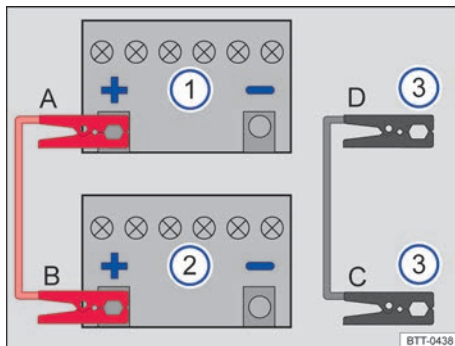
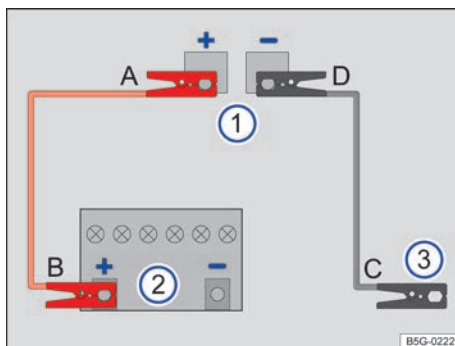

Fig. 289 Esquema para conectar los cables de arranque en el caso del vehículo que suministra la corriente (batería en el vano motor).
Fig. 290 Esquema para conectar los cables de arranque en el caso del vehículo que suministra la corriente (batería en el maletero).
Leyenda de la fig. 289 y fig. 290:
Los cables de arranque solo se deberán conectar siguiendo el orden **A - B - C - D** → fig. 289.
- Conecte un extremo del cable de arranque *rojo* al polo positivo (+) del vehículo con la batería descargada → fig. 289 ① → ▲.
- Conecte el otro extremo del cable de arranque *rojo* al polo positivo (+) de la batería del vehículo que suministra la corriente → fig. 289 ②.
- Conecte un extremo del cable de arranque *negro* → fig. 289 ③ preferentemente a una toma para la ayuda de arranque (terminal de masa) del vehículo con la batería que suministra la corriente → pág. 373; de lo contrario, al bloque motor o a una pieza de metal maciza atornillada fijamente al bloque motor.
- Conecte el otro extremo del cable de arranque *negro* → fig. 289 ③ preferentemente a la toma para la ayuda de arranque (terminal de masa) del vehículo con la batería descargada; de lo contrario, al bloque motor o a una pieza de metal maciza atornillada fijamente al bloque motor → ▲.
Los cables de arranque solo se deberán conectar siguiendo el orden **A - B - C - D** → fig. 290.
- Conecte un extremo del cable de arranque *rojo* a la toma para la ayuda de arranque (polo positivo) (+) del vehículo con la batería descargada → fig. 290 ① → ▲.
- Conecte el otro extremo del cable de arranque *rojo* al polo positivo (+) de la batería del vehículo que suministra la corriente → fig. 290 ②.
- Conecte un extremo del cable de arranque *negro* → fig. 290 ③ preferentemente a una toma para la ayuda de arranque (terminal de masa) del vehículo con la batería que suministra la corriente → pág. 373; de lo contrario, al bloque motor o a una pieza de metal maciza atornillada fijamente al bloque motor.
- Conecte el otro extremo del cable de arranque *negro* → fig. 290 ③ preferentemente a la toma para la ayuda de arranque (terminal de masa) del vehículo con la batería descargada; de lo contrario, al bloque motor o a una pieza de metal maciza atornillada fijamente al bloque motor → ▲.
- Desconecte los cables de arranque únicamente en el orden **D - C - B - A** fig. 289 o fig. 290 con los motores en marcha. ▶